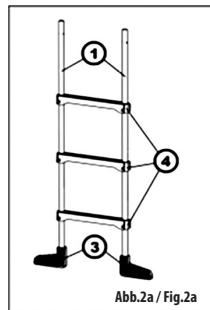

Abb.2a / Fig.2a
Schieben Sie alle Stufen (4) auf beide Leiterholme (**Abb. 2a**), achten Sie auf die gleiche Orientierung bei allen Stufen.